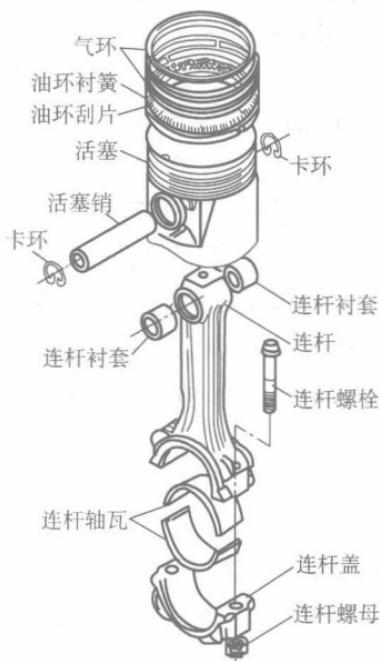

图 1-2 活塞连杆组
2) 活塞连杆组：主要包括活塞、活塞环、活塞销和连杆等，如图 1-2 所示。